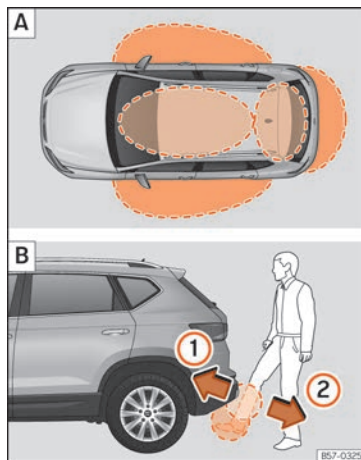

Fig. 139 Sistema de cierre y arranque sin llave Keyless Access: **A** Zonas próximas. **B** Abrir el portón trasero con apertura controlada por sensores (Easy Open).
Keyless Access es un sistema de cierre y arranque sin llave con el que se puede desbloquear y bloquear el vehículo sin utilizar activamente la llave del mismo. Para ello solo es necesario que haya una llave del vehículo válida en la zona de detección correspondiente al intento de acceso al vehículo » **fig. 139** **A** y tocar una de las superficies sensoras de las manecillas de las puertas » **fig. 140** o accionar el *softtouch*/asidero del portón trasero » **pág. 149** » **1**.
Si se encuentra una llave válida en una de las zonas próximas » **fig. 139** **A**, el sistema de cierre y arranque sin llave Keyless Access le otorga a dicha llave derechos de acceso en cuanto se toca una de las superficies sensoras de las manecillas de las puertas delanteras o se acciona el *softtouch*/asidero dispuesto en el portón trasero. A continuación son posibles las siguientes funciones sin tener que utilizar activamente la llave del vehículo:
Cuando el vehículo está bloqueado, el portón trasero se desbloquea automáticamente al abrirlo si en su zona próxima » » fig. 139 A se encuentra una llave del vehículo válida.
Si se encuentra una llave del vehículo válida en la zona próxima » » fig. 139 A al portón trasero, es posible desbloquear y abrir este o cerrarlo moviendo un pie por la zona de los sensores » » fig. 139 B situados debajo del paragolpes trasero.
- Con un movimiento rápido, acerque un pie y la parte inferior de la pierna lo más posible al paragolpes. La parte inferior de la pierna tiene que acercarse a la zona del sensor superior, y el pie, a la zona del sensor inferior » » fig. 139 B 1.
- Retire rápidamente el pie y la parte inferior de la pierna de las zonas de los sensores » » fig. 139 B 2. El portón trasero se abre automáticamente.